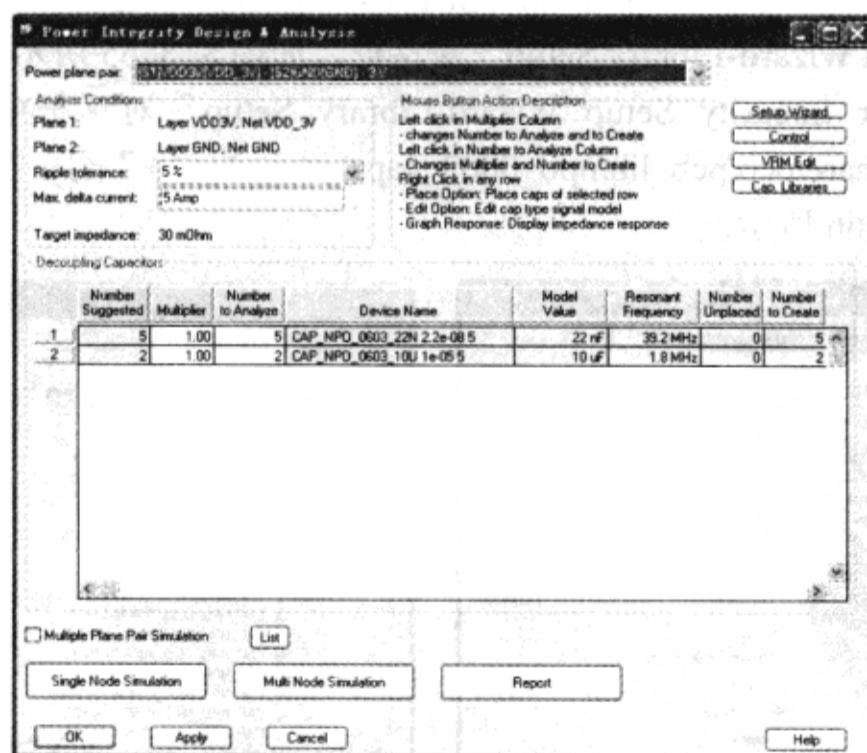
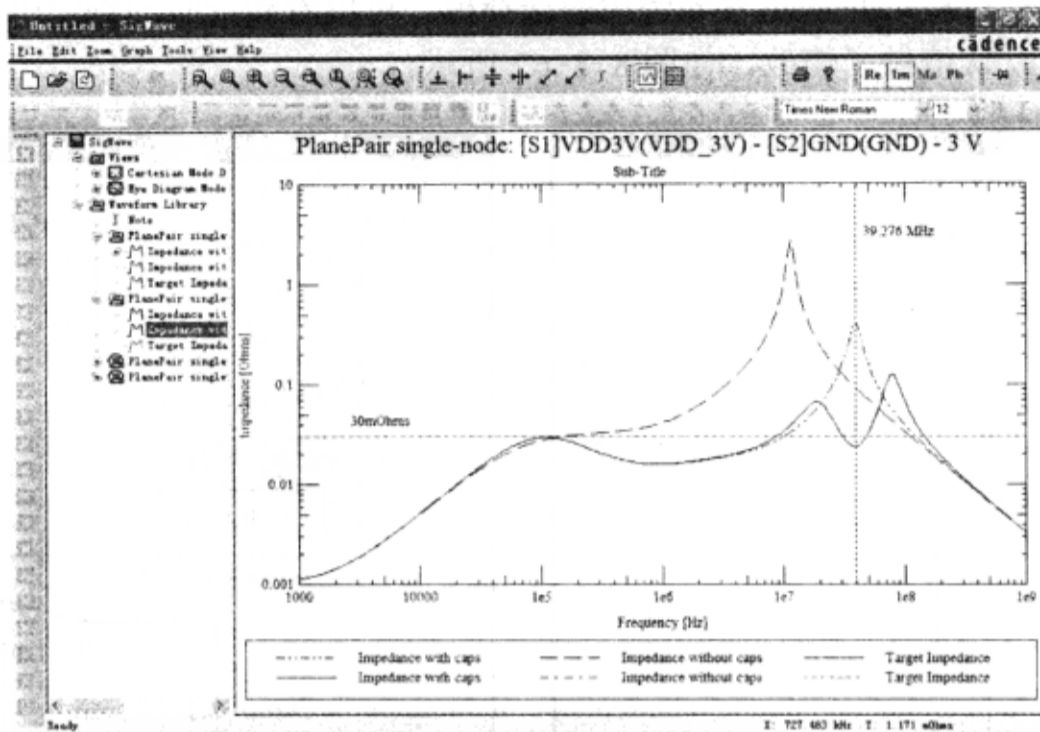

图 8-8-63 电源完整性设计分析窗口
图 8-8-64 单节点仿真结果
(8) 在“Power Integrity Setup Wizard-Library Setup”对话框中单击“OK”按钮，会再次显示“Power Integrity Design & Analysis”对话框，如图 8-8-63 所示。
(9) 确定在“Power Integrity Setup Wizard Library Setup”对话框中“Power plane pair”栏中选择的是“[S1]VDD3(VDD\_3) - [S2]GND(GND) - 3V”。
(10) 单击“Single Node Simulation”按钮,显示 SigWave 窗口。在图 8-8-63 中可以看出,所添加的 22nF 的电容器的确减小了在 39MHz 附近的反谐振波峰,当前波峰的阻抗值要比原波峰的阻抗值要小,如图 8-8-64 所示。